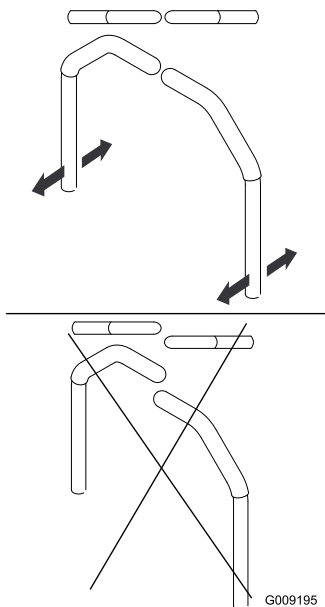

Figure 67
4. Réglez l'alignement avant/arrière des leviers en les plaçant tous deux à la position POINT MORT, puis faites-les coulisser jusqu'à ce qu'ils soient alignés, et serrez les boulons (Figure 67).